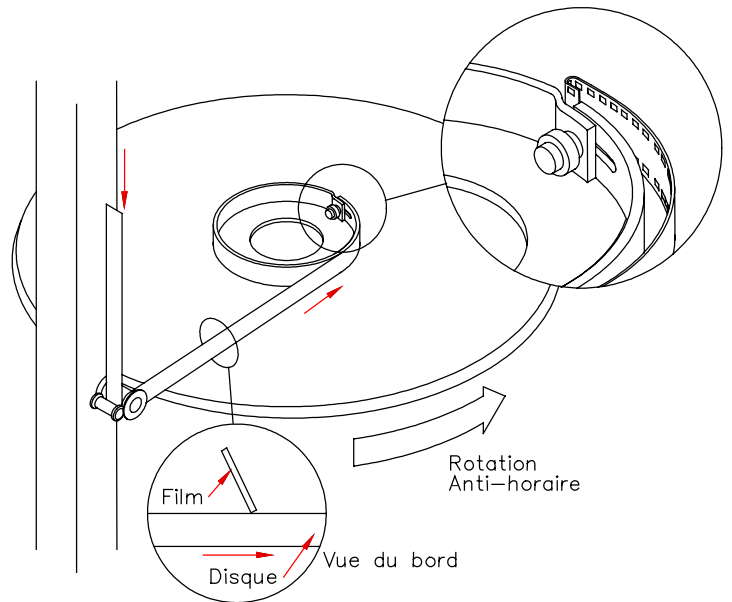

Figure 4
5. Reportez-vous au schéma d'enfilage de la page 16 et enfiler le film par le chariot d'appel du film au disque optonumérique de **Rebobinage**. Accrochez le film dans l'anneau central sur le disque optonumérique de **Rebobinage** tel qu'illustré à la Figure 4. Assurez-vous que l'angle de torsion du film est le bon.